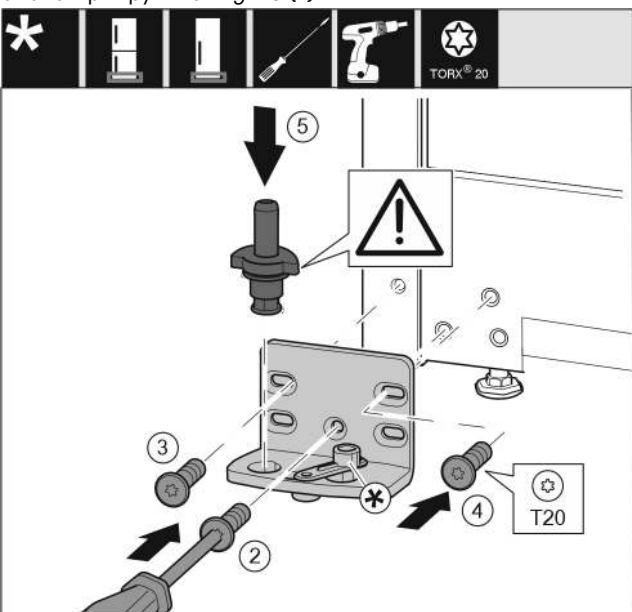

Fig. 19
- Установите опорный кронштейн с другой стороны и прикрутите с помощью отвертки T20. Начинайте с винта 2 снизу в центре. Fig. 19 (2)
- Затяните винты 3 и 4. Fig. 19 (3,4)
- Установите опорный палец в сборе. При этом следите за тем, чтобы выступ фиксатора был направлен назад. Fig. 19 (5)